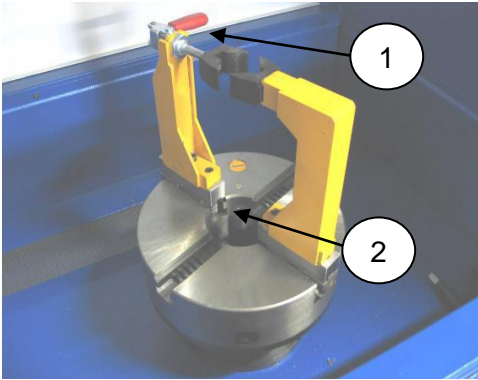

Рисунок 7
3.1. Зафиксируйте амортизатор в патрон, открыв рычаг (1 Рис. 7). Поставьте амортизатор в середину патрона и отрегулируйте высоту, поворачивая платформу (2 Рис. 7). Теперь закройте рычаг. Вы можете отрегулировать расстояние между лапками патрона с помощью ключа для патрона, поставляемого со стандом.